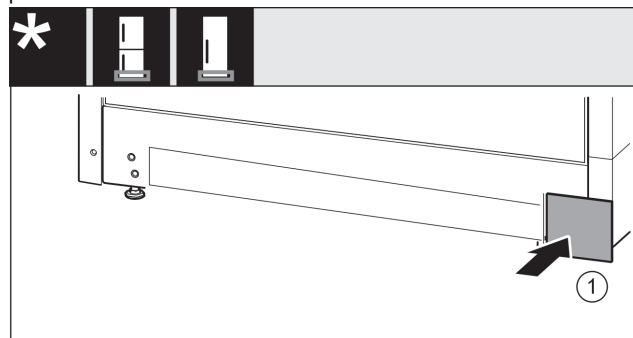

Fig. 17
- ▶ Vendosni sërish në vend kapakun mbulues Fig. 17 (1) në anën tjetër.